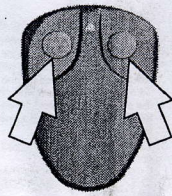

Fig. 1
2. Pulse y suelte simultáneamente los botones 1 y 2 (fig. 1); el LED se enciende y, luego de aproximadamente dos segundos, se apaga.
2. Carregar simultaneamente nos botões 1 e 2, e soltá-los (fig. 1): o LED acende-se e apaga-se após 2 segundos, aproximadamente.
2. Premere contemporaneamente i pulsanti 1 e 2 e rilasciarli (fig. 1): il LED si accende e dopo circa 2 secondi si spegne.
2. Press buttons 1 and 2 of the transmitter at the same time and release them (fig. 1): the LED turns on and after 2 seconds turns off.
2. Appuyer simultanément sur les boutons 1 et 2 et les relâcher (fig. 1): le voyant s'allume puis, au bout de deux secondes environ, s'éteint.
2. Drücken Sie gleichzeitig die Tasten 1 und 2 des Senders und lassen sie wieder los (Abb. 1): Die LED leuchtet auf und geht nach zirka 2 Sekunden aus.